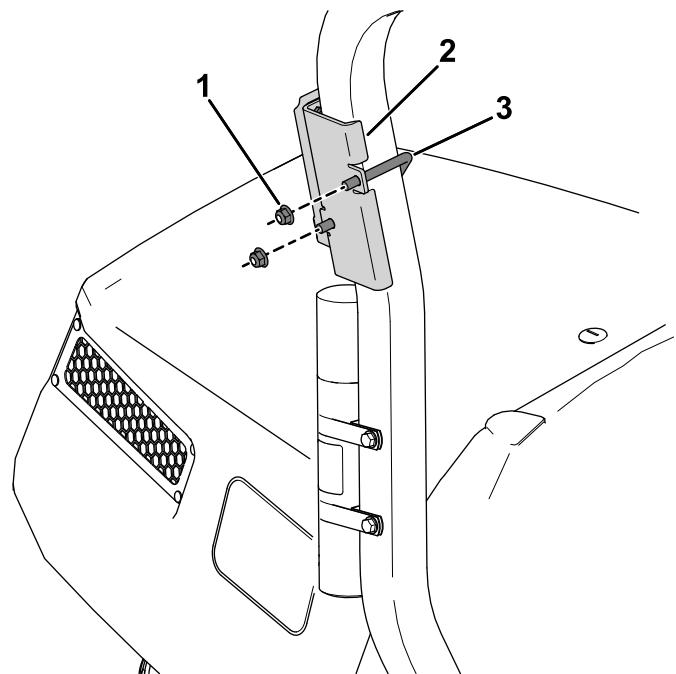

Figure 12
2. Avec un étrier fileté et 2 écrous à embase ($\frac{3}{8}$ "), fixez le support du dispositif sur la surface au-dessus du tube de rangement du manuel sur l'arceau de sécurité (Figure 12).